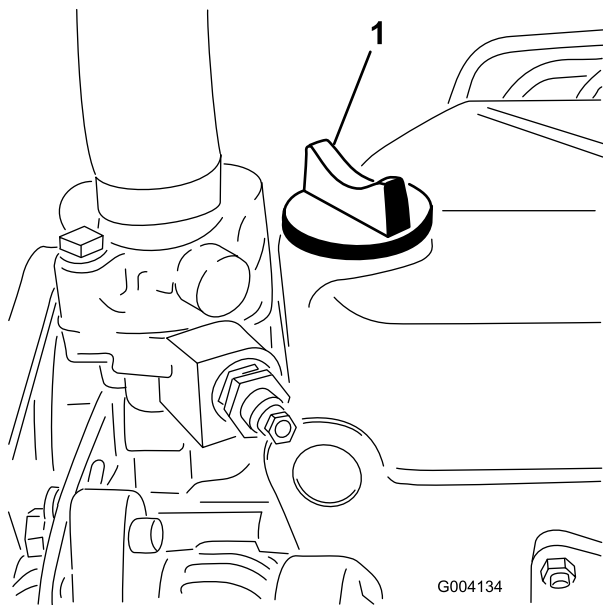

图 52
5. 如果油位低于已满标记应取下加油盖图 52 添加机油直至油位达到量油尺上的已满标记。